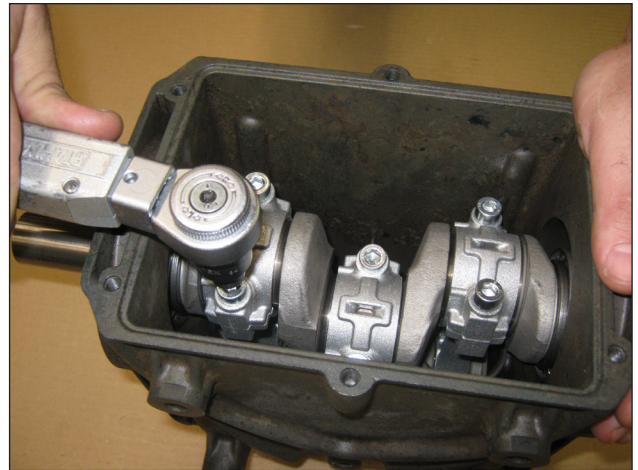

图 10
- 使用M8x35螺丝（图 10）将帽固定到相应的连杆上，同时润滑头部和螺纹杆，分两个阶段进行：